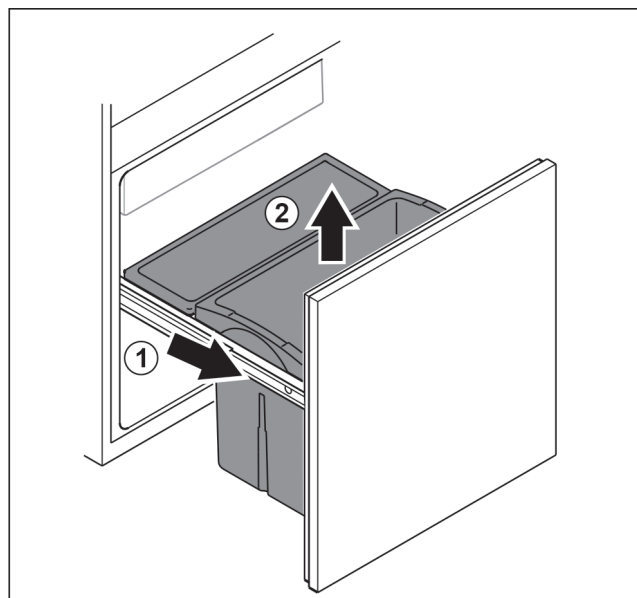

Fig. 97
- ▶ Izvlečni voziček izvlecite do omejevala. Fig. 97 (1)
- ▶ Predal odstranite navzgor. Fig. 97 (2)